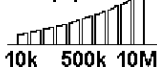

Abbildung 3-2: Senderanzeige in SFL-Modus
6. SFL-Taste an T-5000 Sender drücken. Gemessenen Fehlerwiderstand auf Senderanzeige prüfen. Siehe Abbildung 3-2.